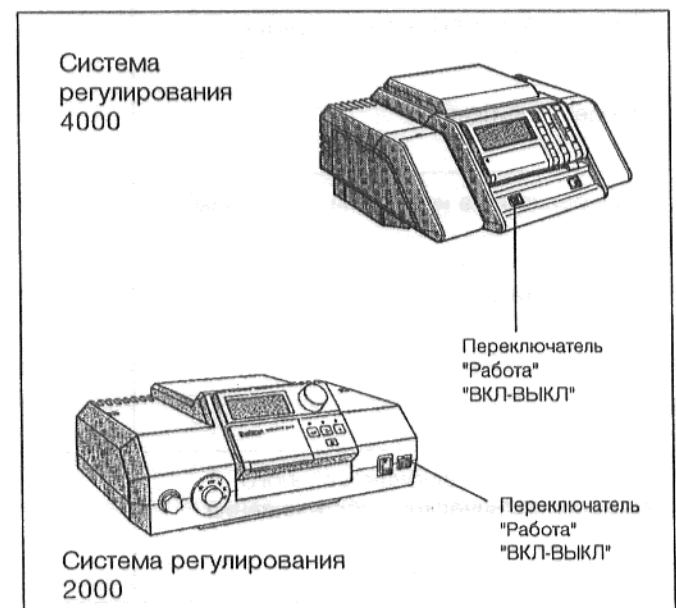

Рис. 28 Системы регулирования 4000 и 2000
- Установить переключатель "Работа" (Рис. 28) в положение 0 (ВЫКЛ).